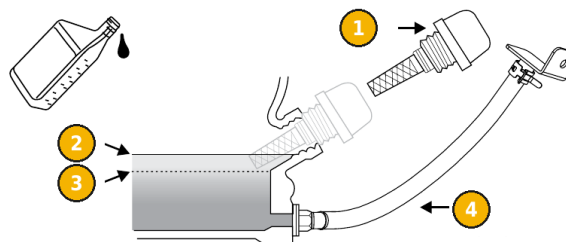

FIG. 5 — Llenado y comprobación del aceite
- 2) Gire el pomo de cierre (8) y retire la cubierta de mantenimiento (7).
- 3) Desenrosque y retire el tapón de llenado con varilla (1, FIG. 5).
- 4) Con ayuda del embudo, añada aceite SAE 10W-30 hasta el nivel máximo (2), situado en el borde inferior de la boca de llenado. La capacidad es de 0,4 L. No llene en exceso.
- 5) Limpie la varilla, introdúzcala sin enroscarla y compruebe que el nivel queda entre el máximo (2) y el mínimo (3).
- 1) Retire la cubierta de mantenimiento y el tapón de llenado (1, FIG. 5).
- 2) Con unos alicates, desplace hacia abajo la abrazadera elástica del tubo de drenaje (4) y saque el tubo de su soporte.